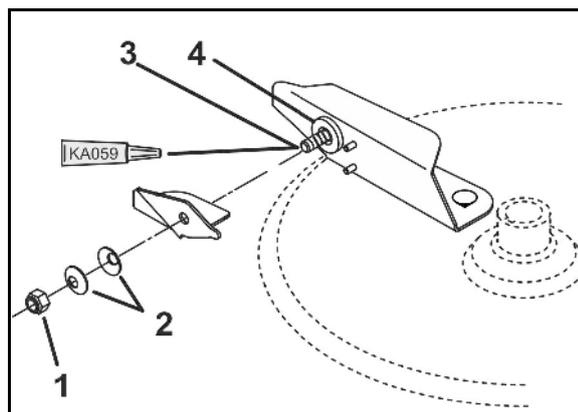

Fig. 91
- 2 x 8 tornillos de los muelles laminados (Fig. 91/1)